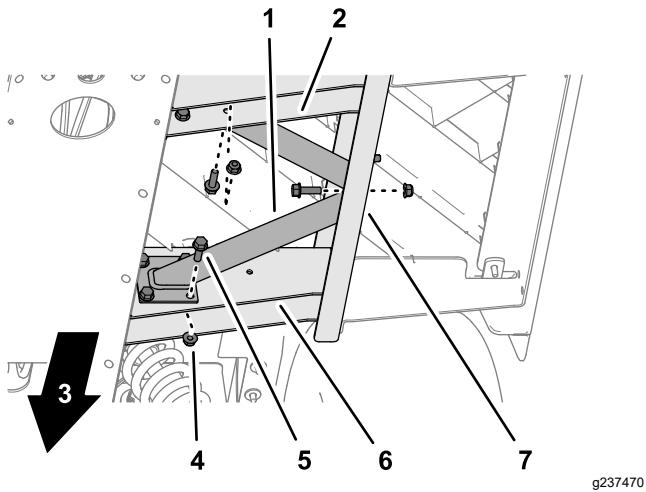

Figura 19
1. Allineate i fori nell'ancoraggio del pianale con i fori che avete praticato nei canali laterali e del pianale (Figura 19).
2. Montate l'ancoraggio del pianale sui canali laterali e del pianale con 10 bulloni a testa flangiata (5/16" x 1") e 10 dadi di bloccaggio flangiati (5/16") come illustrato nella Figura 19.